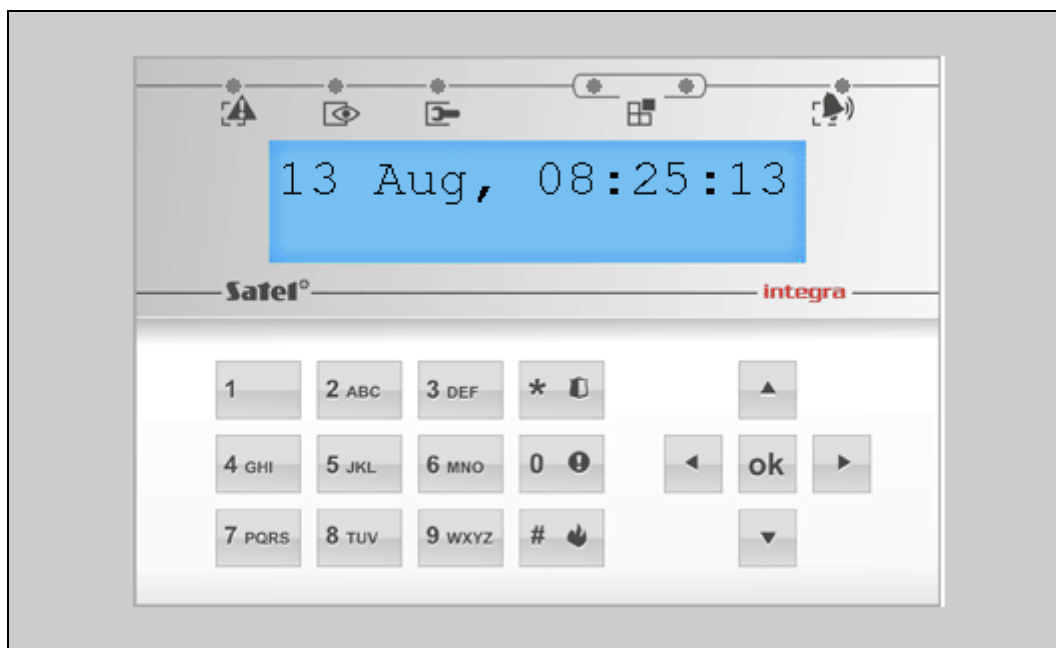

Fig. 14. Navigateur WWW : clavier virtuel.
5. Le clavier virtuel s'affiche dans le navigateur (fig. 14).